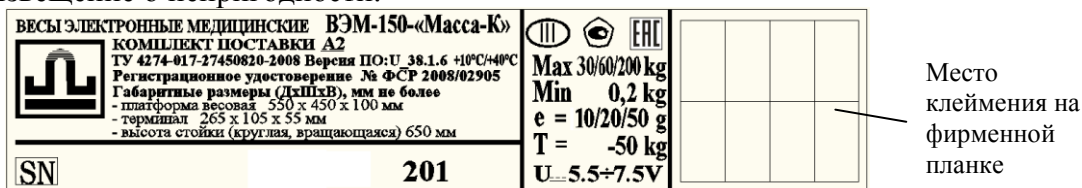

Рис. 18.1 - Планка фирменная
- нанести на фирменную планку весов (Рис. 18.1, Рис. 18.2) отпечаток поверительного клейма.